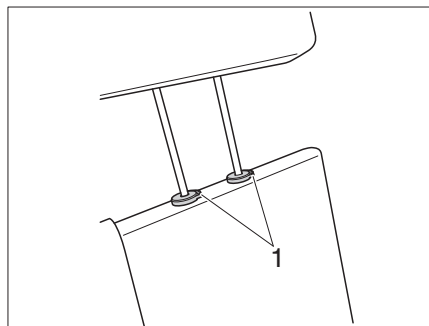

Bild 22 Nackstöd sittbänk (Variant 2)
■ Tryck på båda säkerhetsknapparna (Bild 22,1) och justera eller ta bort nackstödet.